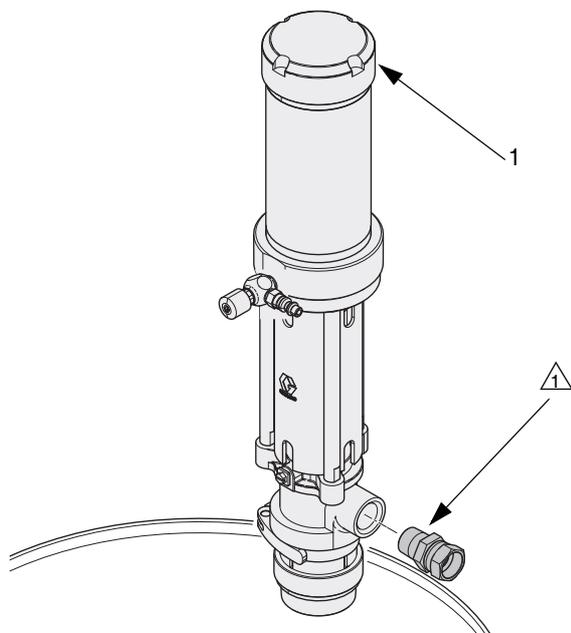

Рис. 5
2. Нанесите герметик для резьбы на фитинг с наружной резьбой (в комплект не входит) и вставьте его в выпускное отверстие. См. Рис. 5.
3. Используйте входящие в комплект наклейки (70) для идентификации насоса, подходящего для вашего материала. См. Рис. 5.